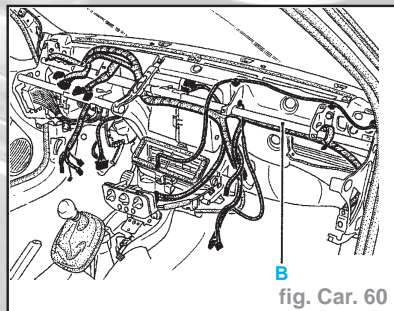

fig. Car. 60
- la vis (A) sur le boîtier répartiteur située sous la planche de bord
- Déposer les vis de maintien de la poutre (B) et écarter celle-ci (fig. Car. 60).